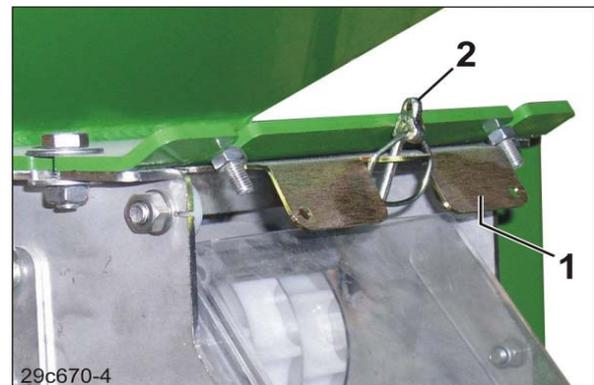

Fig. 175
- 5.1 Retirar el pasador de clavija (Fig. 175/2). El pasador de clavija asegura la corredera (Fig. 175/1) durante el trabajo.